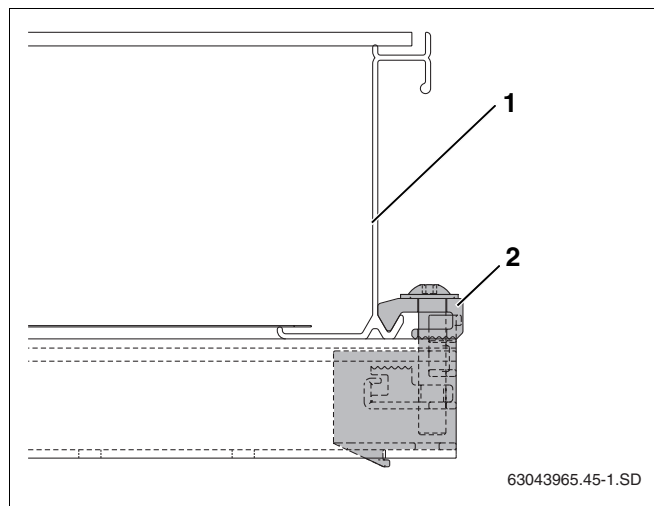

Fig. 44 Fixation unilatérale vissée
- Glisser le capteur (fig. 44, **pos. 1**) avec précaution dans la fixation latérale et le positionner horizontalement.
- Visser la fixation latérale avec la clé plate SW5 (fig. 44, **pos. 2**).
Le serre-flanc (fig. 44, **pos. 2**) de la fixation s'insère maintenant dans le bord inférieur du capteur.